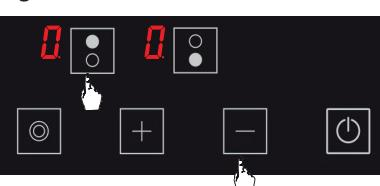

Figure 18
2. Appuyez sur la touche de sélection de plaque de cuisson supérieure (8) et sur la touche moins (-) simultanément. (voir Fig. 18) Vous entendrez un court signal d'avertissement à ce moment-là. Puis, enlevez vos doigts du panneau de commande de la cuisinière.